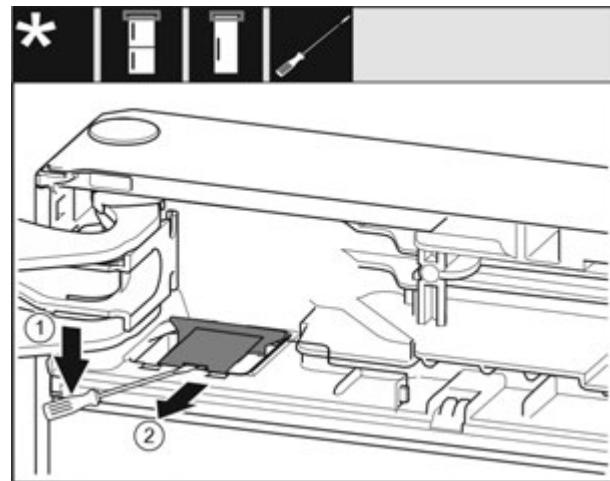

Fig. 7
- ▶ З допомогою шліцевої викрутки звільніти і підняти кришку. Fig. 7 (1)
- ▶ Монтувати кришку. Fig. 7 (2)